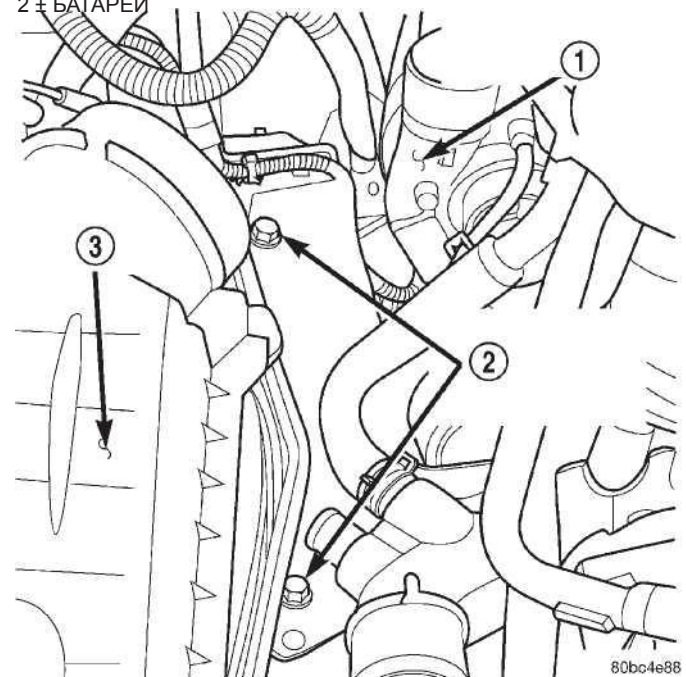
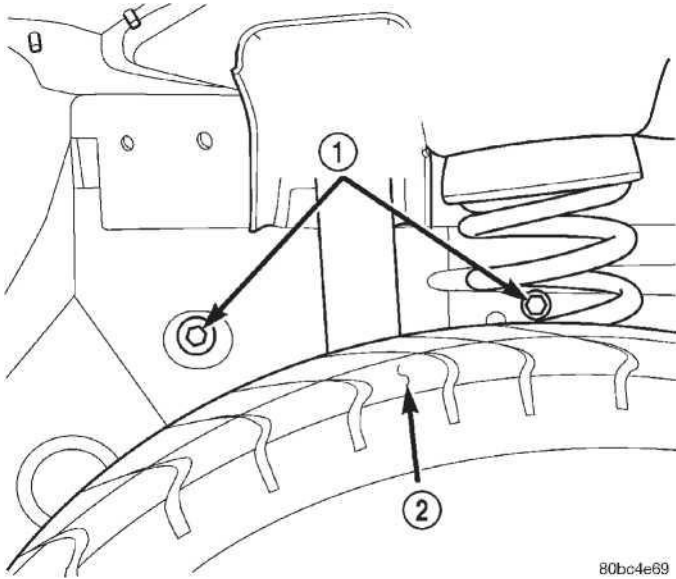

Рис. 23 Болты пластины подоконника опоры двигателя - Rightside
Рис. 24 Болты пластины подоконника опоры двигателя - правильная ниша колеса
(10) Установите rightside стопорные болты пластины подоконника опоры двигателя (Рис. 23). Отпуск соединяется болтом свободный в это время.
(11) Частично повысьте транспортное средство на подъемнике.
(12) Установите стопорные болты пластины подоконника опоры двигателя в правильной нише колеса (Рис. 24). Отпуск соединяется болтом свободный в это время.